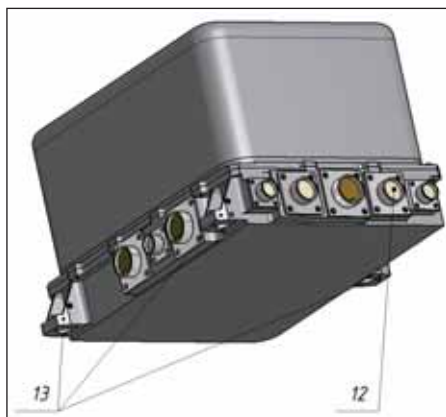

Рис. 2
ства. На боковых поверхностях основания корпуса для крепления прибора во внешнем устройстве расположены три лапы (13) (рис. 2).